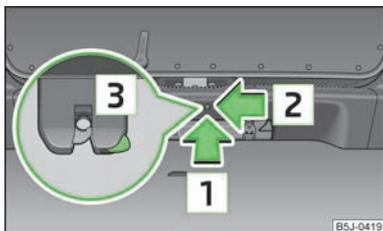

Fig. 17
- > Insérez un tournevis ou un outil similaire dans l'ouverture de l'habillage dans le sens de la flèche **1** » fig. 17 jusqu'en butée.